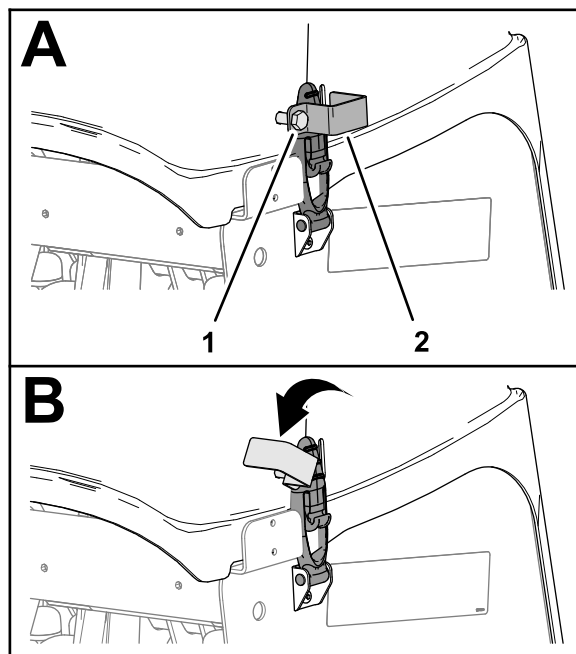

図 138
1. CE 向けラッチロック搭載マシンでは、ロックプレートのボルトをゆるめる。コアリングヘッドカバーの側面にあるスロットから抜けるまでボルトをゆるめる 図 138。